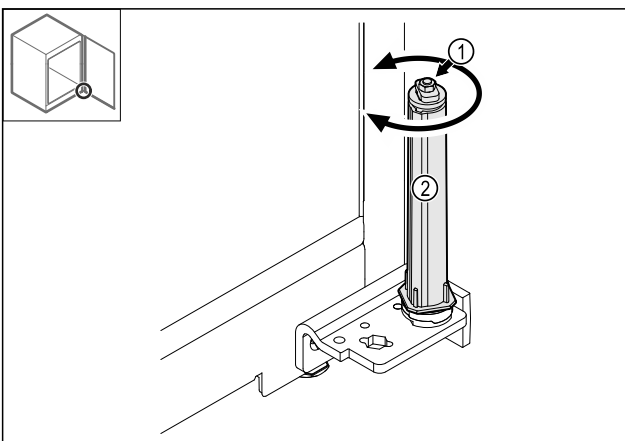

Fig. 36
- Lukkesystemets forskruning Fig. 36 (1) må ikke skilles ad.
- Drej lukkesystemet Fig. 36 (2), til det går i indgreb.